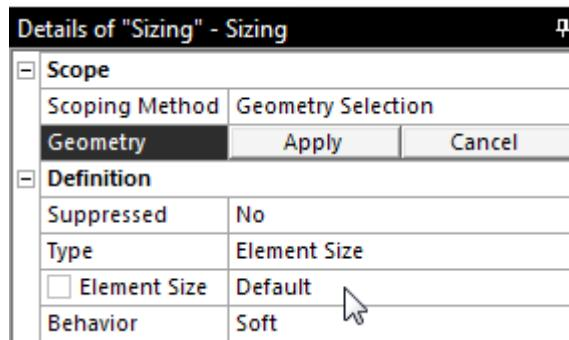

Рисунок 5.5 – Выбор объекта
- 5) В нижней левой части экрана, в меню задания опций «Details of “Sizing - Sizing»», в разделе «Geometry» («Геометрия») предлагается выбрать объект на экране (рисунок 5.5):